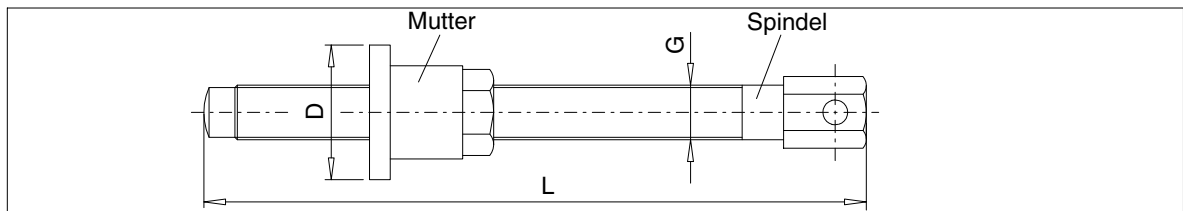
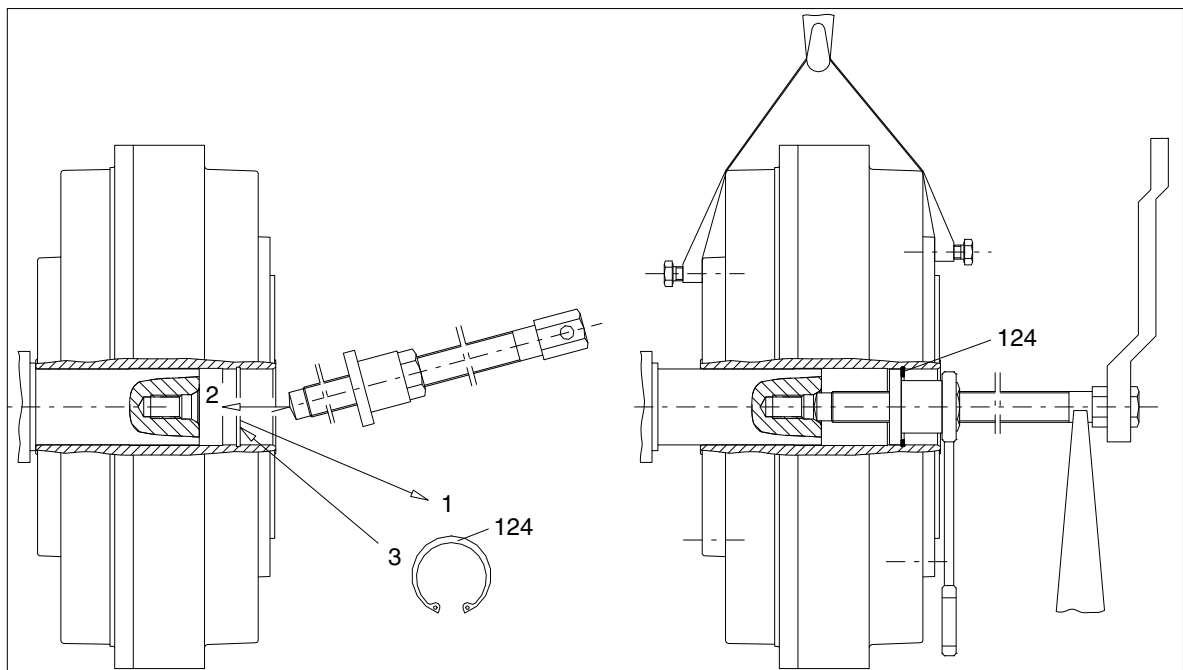

Bild 12: Ausbau der Größen 222 bis 342 -a
Bild 13: Ausbau der Größen 222 bis 342 -b
Das Abziehen erfolgt zweckmäßigerweise mit Hilfe einer speziellen Abziehvorrichtung entsprechend Bild 12. Dabei wird die Spindel mit der Abziehmutter so eingesetzt, dass sich der Bund (D) der Abziehmutter hinter dem Einstich für den Sicherungsring (124) befindet (Bild 13). Damit die Spindel nicht frisst, ist die Druckfläche und das Gewinde mit einem Gleitmittel (z. B. Molykote) zu versehen.